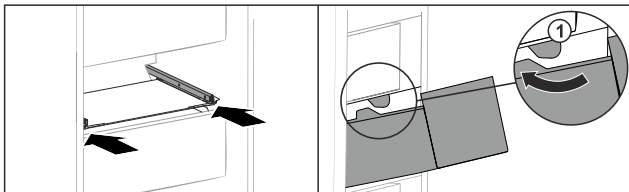

Fig. 226
- ▶ Schubfach um die Stopper Fig. 226 (1) herumführen.